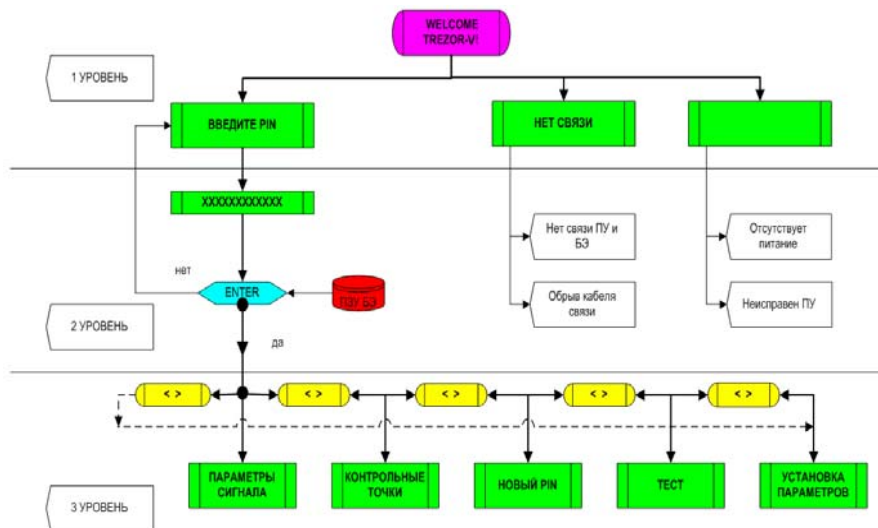
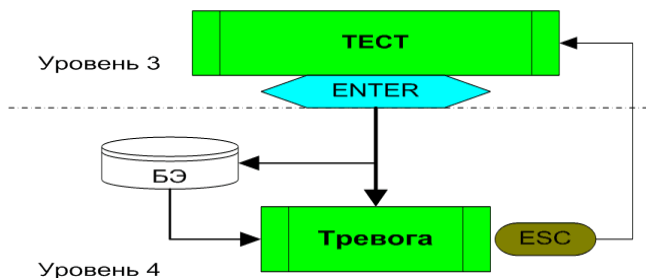

Рис. 3.1. Структурная схема верхних уровней системного меню ПУ
Рис. 3.5. Структурная схема раздела «ТЕСТ» системного меню ПУ
- 3.2.2.2. На экране ЖК-индикатора ПУ появляются иконки многоуровневого системного меню, при помощи которого осуществляется управление параметрами БЭ. Структурная схема верхних (1...3) уровней системного меню ПУ приведена на рис. 3.1.
3 уровень: На этом, основном уровне системного меню пользователь остается, двигаясь от раздела к разделу меню (по кругу) с помощью клавиши «→» (слева направо, рис. 3.1.),
или с помощью клавиши «←» (справа налево, рис. 3.1.). Переход с 3-го на нижний 4-й уровень (в разделе) осуществляется нажатием клавиши «ENTER».
На рис. 3.5. изображена структурная схема раздела **«ТЕСТ»**.
3.2.3.1. После того, как произведен первичный контроль работоспособности изделия согласно п. 3.2.1., необходима более тщательная его проверка с помощью ПУ перед процедурой настройки. Для этого необходимо подсоединить ПУ к БЭ, дождаться надписи **«ВВЕДИТЕ PIN»** на ЖК-индикаторе, ввести корректный PIN-код и выйти на основной 3-й уровень системного меню (рис. 3.1.). С помощью клавиши «→» осуществить переход в раздел **«ТЕСТ»** (рис. 3.5.), нажать клавишу «ENTER» и убедиться в свечении (1...5 с) красного светодиода «Тревога» на плате БЭ, а также появлении надписи **«Тревога»** на ЖК-индикаторе.